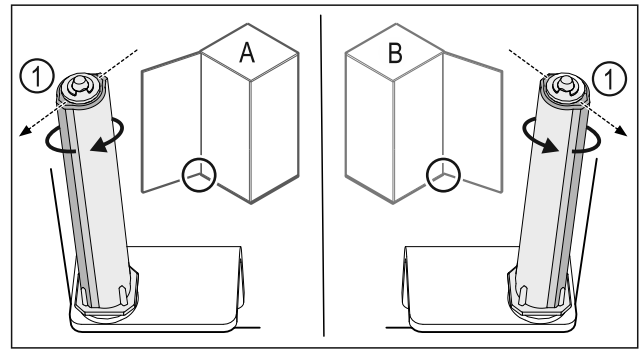

Fig. 42 Links scharnierend (A) / rechts scharnierend (B)
- ▶ Sluitsysteem tegen de weerstand in draaien tot het schot van het sluitsysteem Fig. 42 (1) naar buiten wijst.